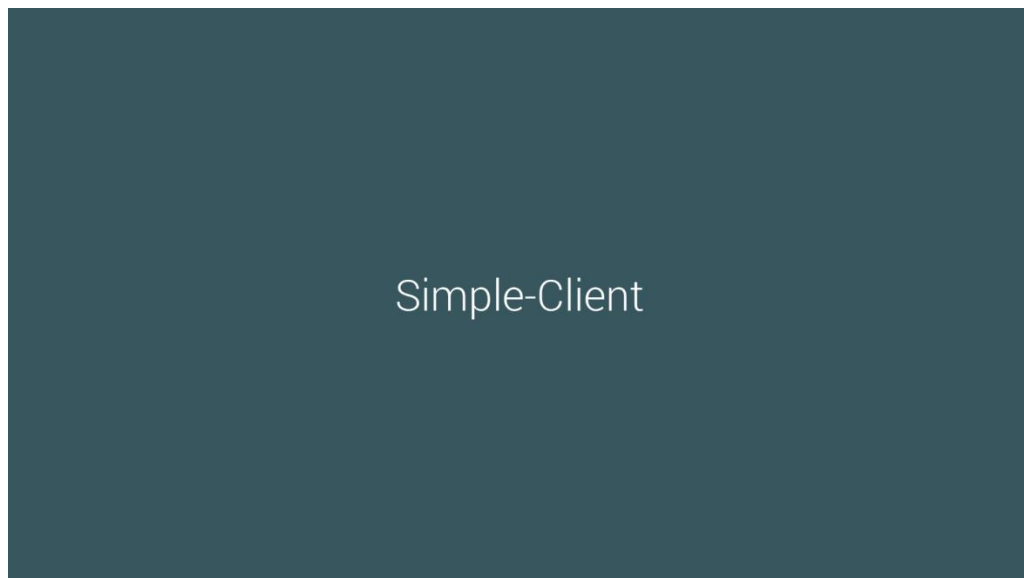
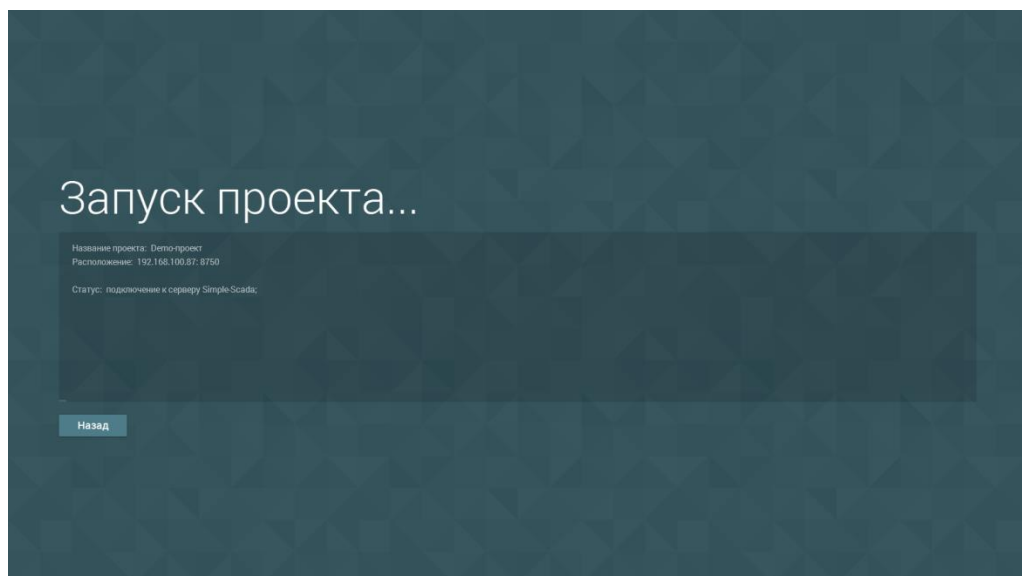

Рисунок 2.1.1 – Запуск среды исполнения
Рисунок 2.1.2 – Запуск проекта
2.1.2. По завершению загрузки операционной системы начинается процесс запуска среды исполнения (рис. 2.1.1). Время до начала запуска составляет примерно 30 сек. Сразу после запуска режима клиента автоматически начинается запуск проекта (рис. 2.1.2). После чего отображается основной рабочий экран пульта управления «Главный вид» (рис. 2.2.1).